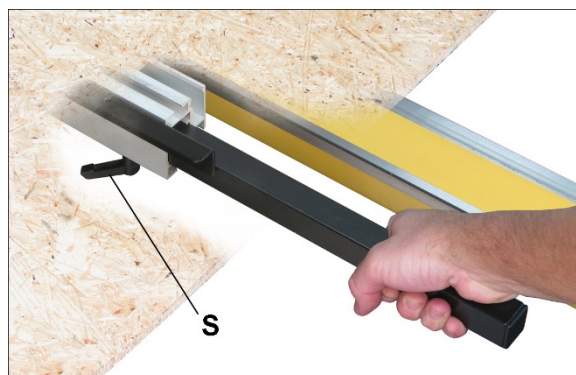

Рисунок 9-3
6. Для больших заготовок с упором в заднем положении ослабьте рукоятку (S, рисунок 9-3) и вытяните толкатель стола. Зафиксируйте положение толкателя и используйте его, чтобы протолкнуть заготовку через пильный диск при распиле.